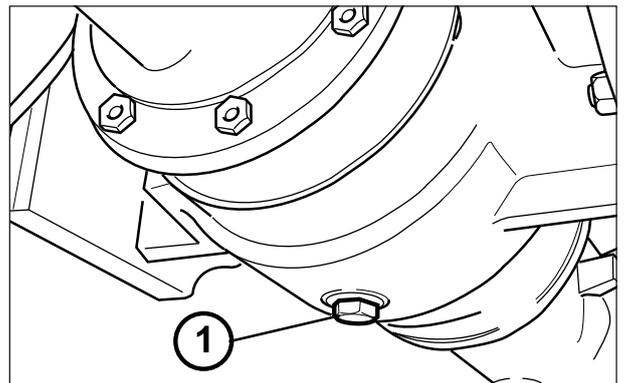
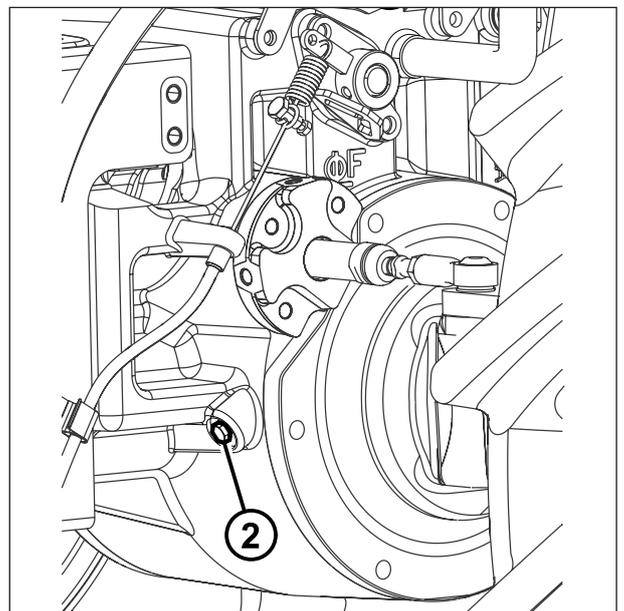

Fig. 118
Fig. 119
Sustitución aceite puente delantero (Fig. 118 - Fig. 119)
- Colocar un recipiente de recogida bajo el tapón (1) Fig. 118 y luego desenroscarlo y dejar descargar el aceite.
- Cuando por el orificio de descarga no sale ya aceite, volver a enroscar el tapon (1) Fig. 118.
- Colocar un recipiente bajo el tapón (2) Fig. 119, desenroscar el tapón (1) Fig. 119 y el tapón (2) Fig. 119.
- A través del agujero de carga (1) Fig. 119 agregar aceite hasta que el mismo asome en el orificio del nivel (2) Fig. 119.
- Volver a montar el tapón (1) Fig. 119 y el tapón (2) Fig. 119.